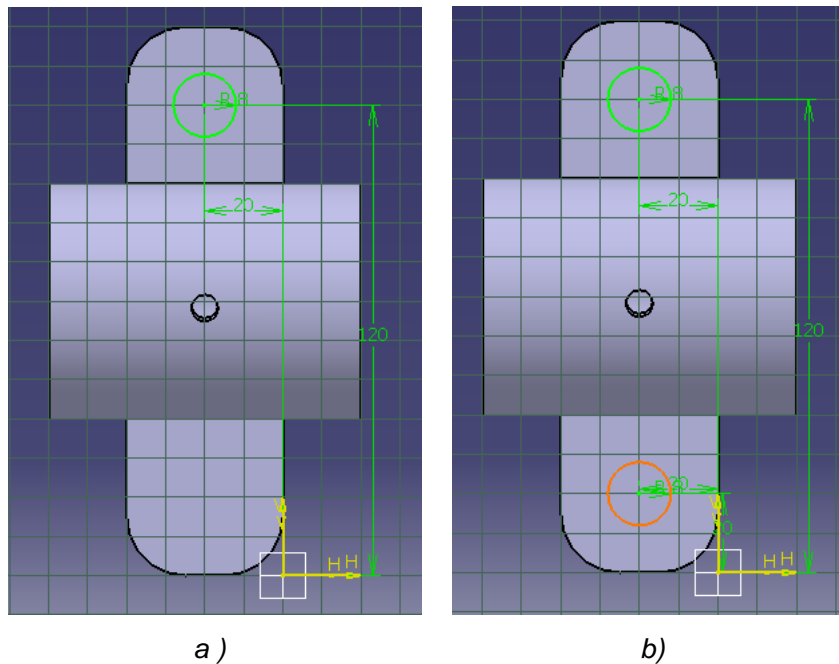

Figura 4.39: CIRCULOS a) 3 b) 4
14.-En la misma cara se dibujan dos círculos en el modulo SKETCHER (ver figura 4.39)